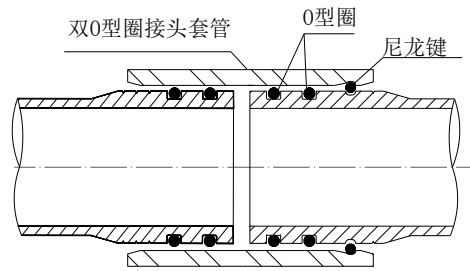

图11 O型圈安装示意图
6.4.3.6 用带拉环的绑带和拉紧器将双 O 型圈连接套筒拉到相连接的玻璃钢管接头上，完成对接，用润滑油脂润滑尼龙键并插入键孔，深度要适当，以保证尼龙键能够露出来，O 型圈安装示意图见图 11。